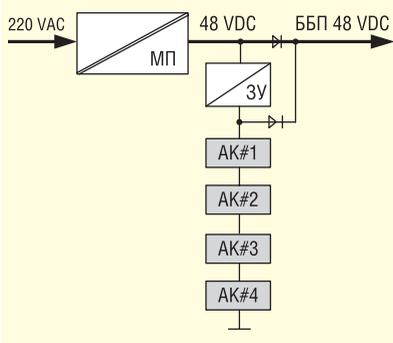

Рис. 1. Функциональная схема ББП 48 VDC с применением 4-х аккумуляторов по 12 В
1. Применение четырех аккумуляторов по 12 В (рис. 1)